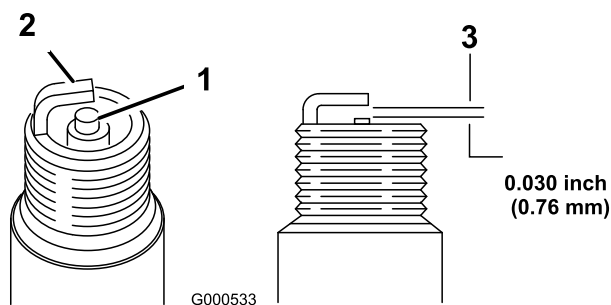

Figura 28
5. Ajuste la distancia entre los electrodos a 0,76 mm, según se muestra en Figura 28.